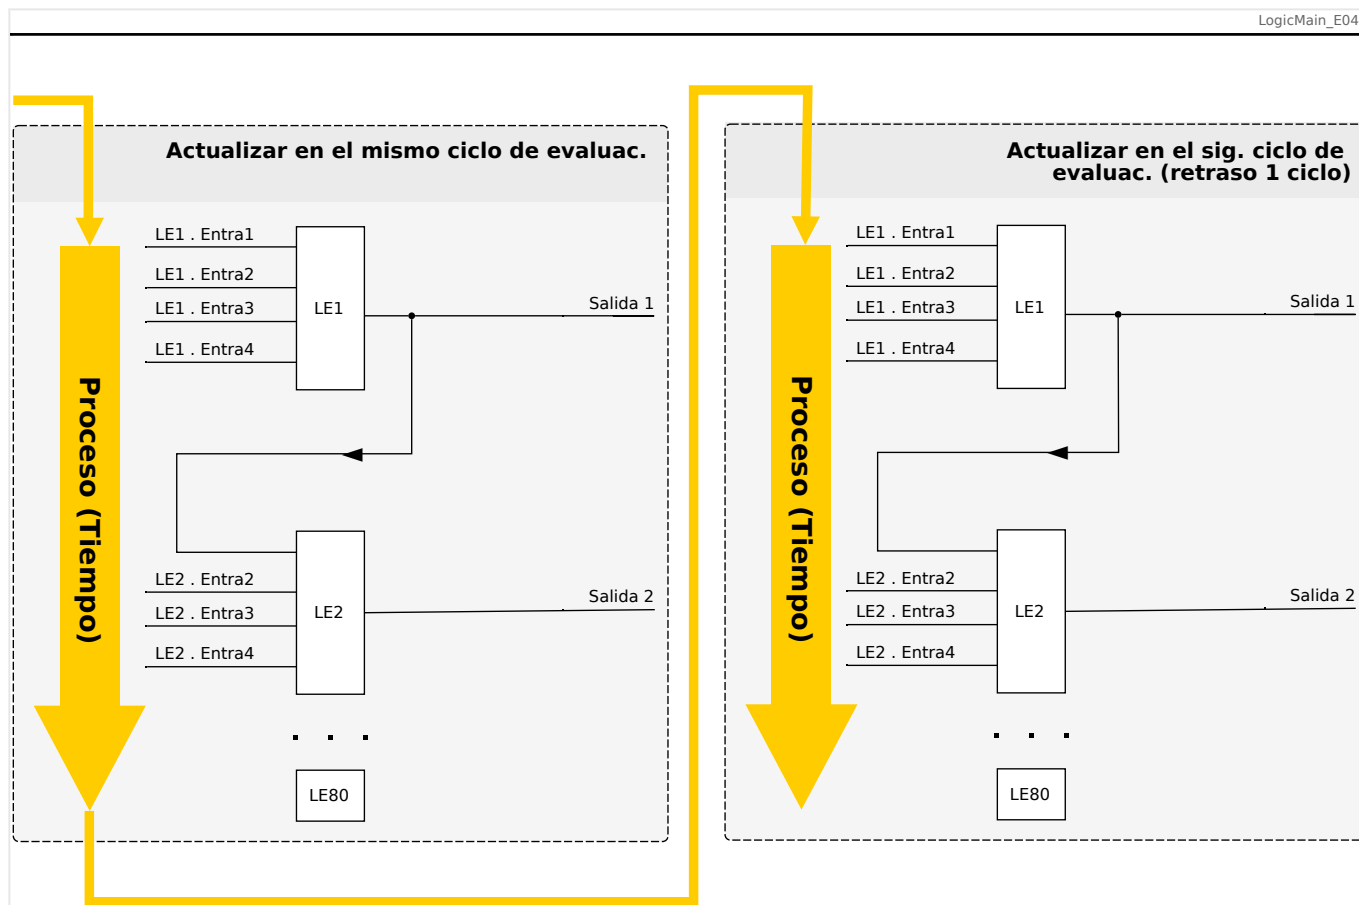
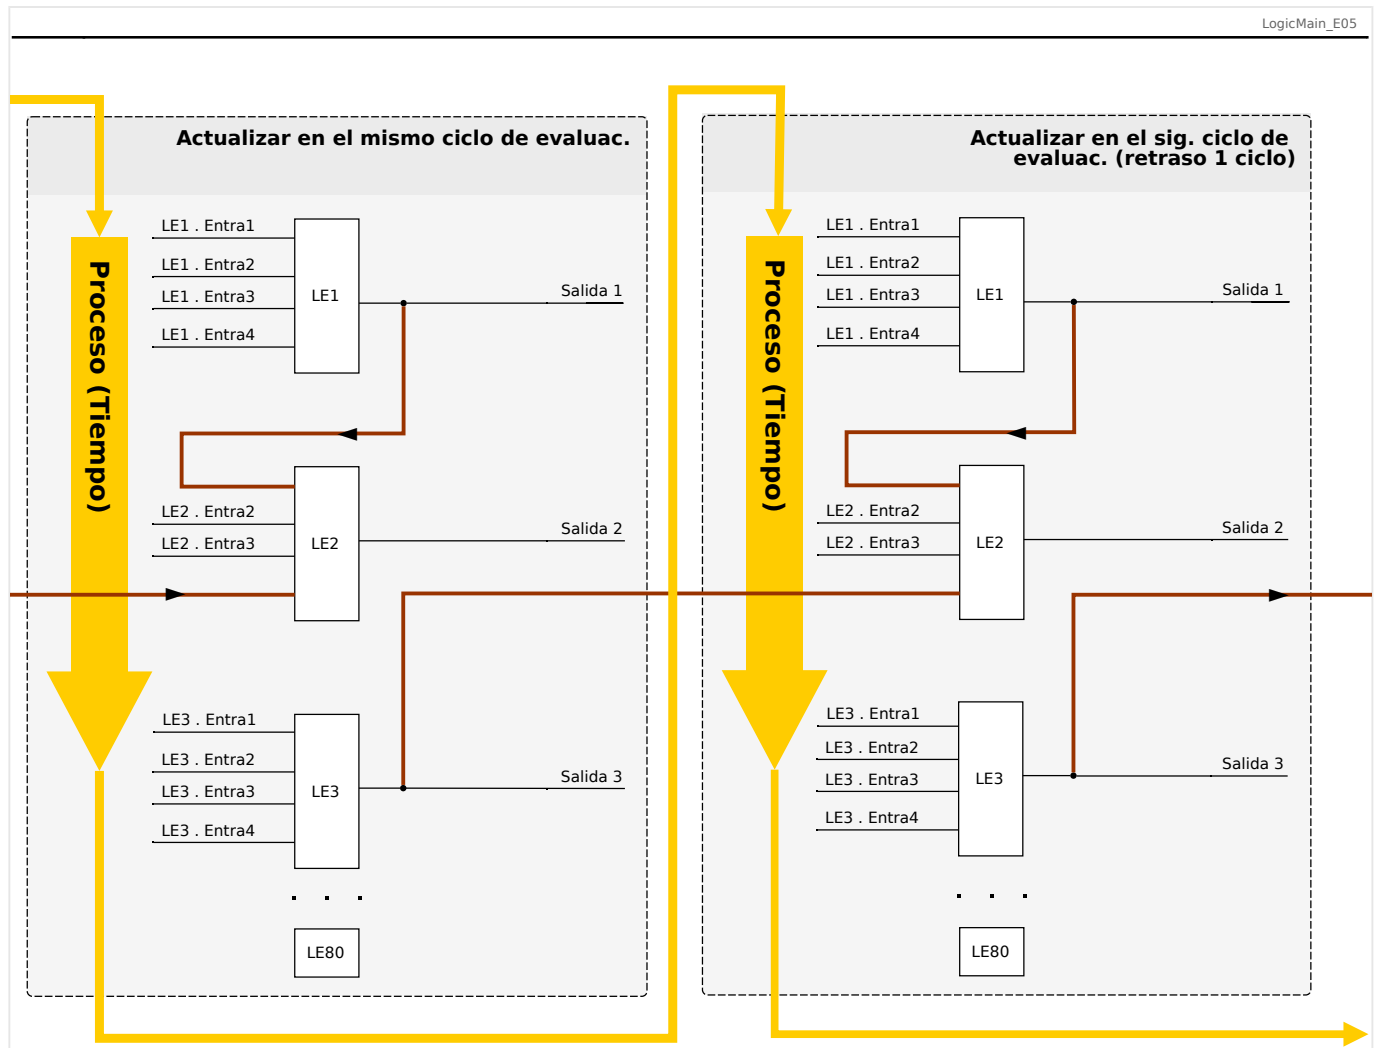

Fig. 91: Cascada en orden ascendente.
Fig. 92: Cascada en orden descendente.
- Una secuencia **ascendente** quiere decir que algunas de las salidas se usarán como entradas de una ecuación lógica con un número **mayor**. Por ejemplo, en el diagrama  Fig. 91 siguiente, se muestra un ejemplo en el que el resultado de la ecuación lógica LE1 se usa como entrada de la ecuación lógica LE2.
- Una secuencia **descendente** quiere decir que algunas de las salidas se usarán como entradas de una ecuación lógica con un número **inferior**. Por ejemplo, en el diagrama  Fig. 92, se muestra un ejemplo en el que el resultado de la ecuación lógica LE3 se usa como entrada de la ecuación lógica LE2.
Tanto la secuencia ascendente como la descendente se pueden usar y combinar entre sí, sin ninguna diferencia inmediata. Sin embargo, como todas las ecuaciones se evalúan en orden ascendente, los valores de tiempo de ejecución en sí que se usen como la entrada de una ecuación tendrán una "antigüedad" distinta, como se muestra en  Fig. 91 y  Fig. 92 a continuación.
En el ejemplo mostrado anteriormente en Fig. 92, la “Ecuación lógica 2” usa los estados de salida de otras dos ecuaciones, la “Ecuación lógica 1” y la “Ecuación lógica 3”. El resultado de la “Ecuación lógica 1” se usa en orden ascendente y, por lo tanto, se evalúa con el mismo ciclo de proceso. El resultado de la “Ecuación lógica 3” se usa en orden descendente y, por lo tanto, se evalúa en el ciclo de proceso anterior.